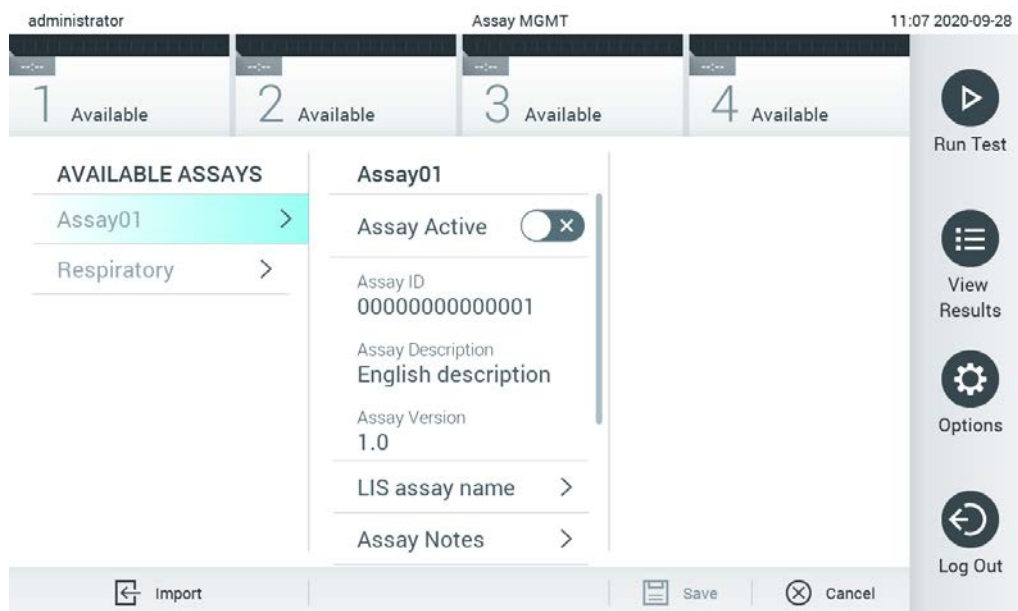

Figura 66. Ecrã Assay Management (Gestão de ensaios).
- Para importar o(s) novo(s) ensaio(s) para o QIAstat-Dx Analyzer 1.0, prima o botão Options (Opções) e, em seguida, o botão Assay Management (Gestão de ensaios). O ecrã Assay Management (Gestão de ensaios) é apresentado na área de conteúdo do visor (Figura 66).